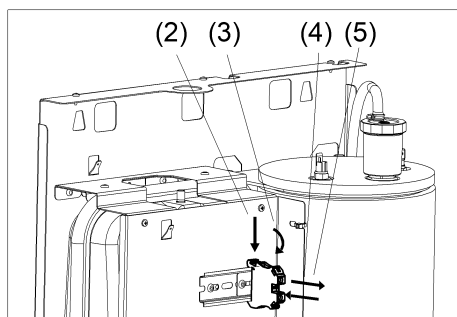

Рисунок 17. Замена клеммных колодок
- (1) Отсоедините провода подсоединённые к колодке (см. рис. 17);
- (2) Используя плоскую отвёртку отогните “язычок” колодки во внешнюю сторону;
- (3) Поверните колодку на угол $10 \div 15^\circ$;
- (4) Снимите колодку с DIN-рейки;
- (5) Поставьте новую колодку на DIN-рейку взамен прежней;
- (6) Подсоедините к новой колодке отсоединённые провода.